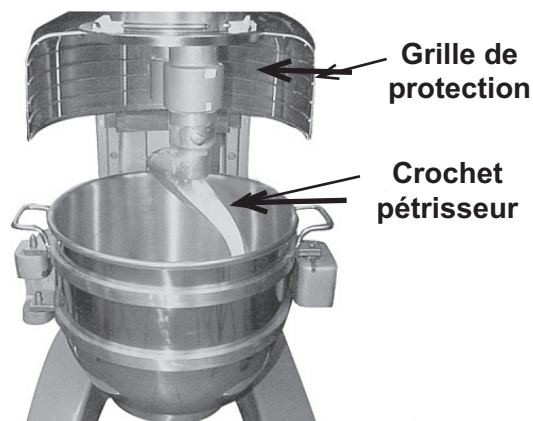

Fig. 4
4. Placez l'agitateur dans la cuve, puis fixez-le à l'arbre de l'agitateur (Fig. 4).